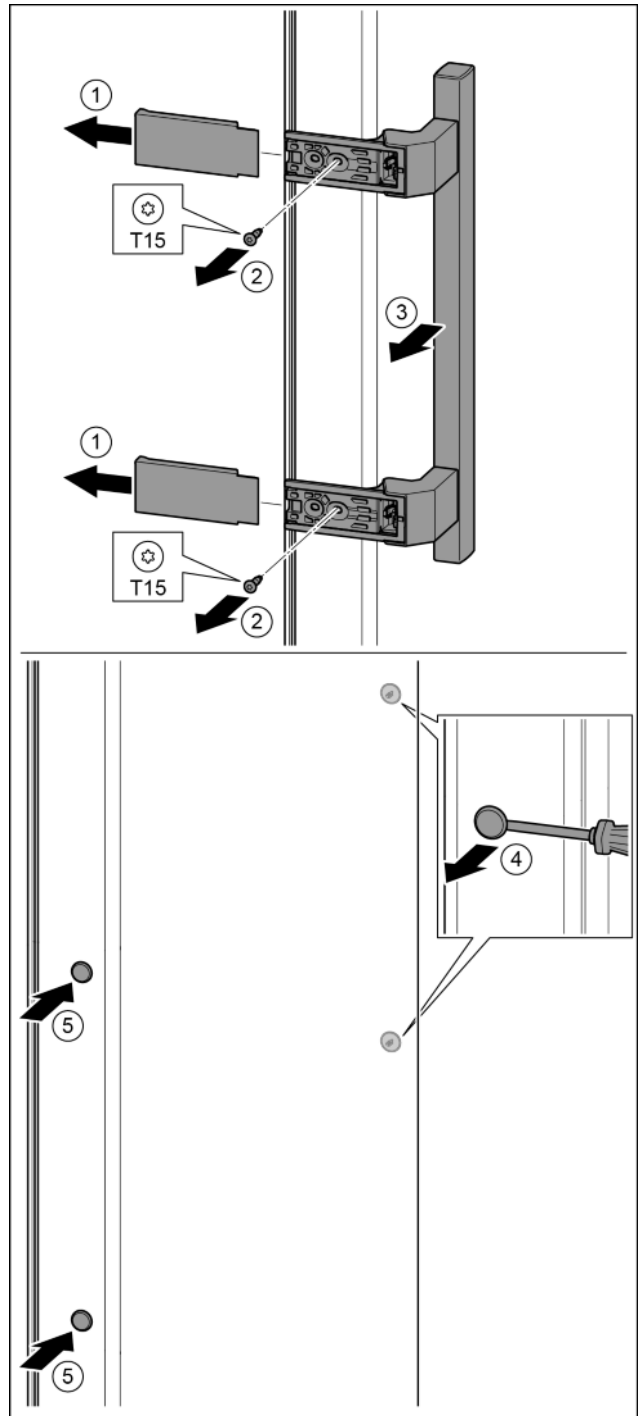

Fig. 19
- ▶ Свалете капака. Fig. 19 (1)
- ▶ С отвертка T15 отвийте винтовете. Fig. 19 (2)
- ▶ Свалете дръжката. Fig. 19 (3)
- ▶ С плоска отвертка внимателно повдигнете страничната тапа и я извадете. Fig. 19 (4)
- ▶ Отново поставете тапата от другата страна. Fig. 19 (5)